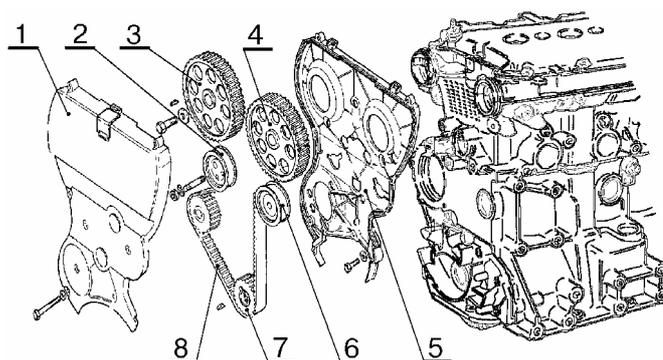

Рис. 15.
- снять переднюю защитную крышку 1, рис.15 (головка сменная 10, гайковерт типа ИП – 3111 или вороток и удлинитель);